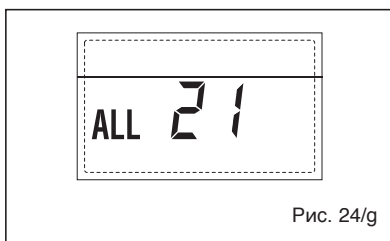

Рис. 24/г
**– СРАБАТЫВАНИЕ ПРЕДОХРАНИТЕЛЬНОГО ТЕРМОСТАТА ВТОРОЙ СМЕШАННОЙ ЗОНЫ “ТРЕВ 22” (рис. 24/т)**